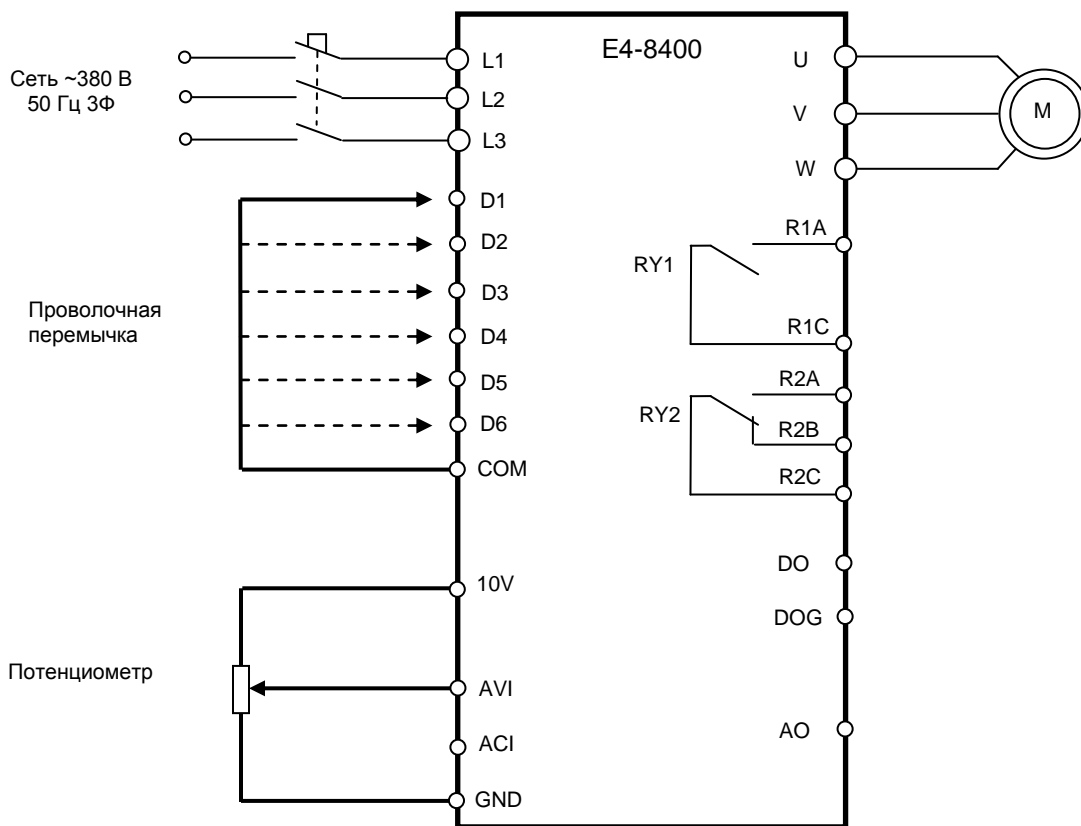

Рис.4.9
4.12.1. Присоединить один конец проволочной перемычки к клемме COM. Крайние выводы потенциометра присоединить к клеммам 10V и GND, средний - к AVI. (рисунок 4.9).
4.12.3. Вывести на дисплей пульта управления отображение состояния дискретных входов (параметр U1-10), наблюдать индикацию согласно рис. 4.11. Поочередно подсоединяя свободный конец переключки (см. рис. 4.9) к клеммам D1...D6, наблюдать поочередное появление индикации на пульте управления (рис.4.12, а...е).